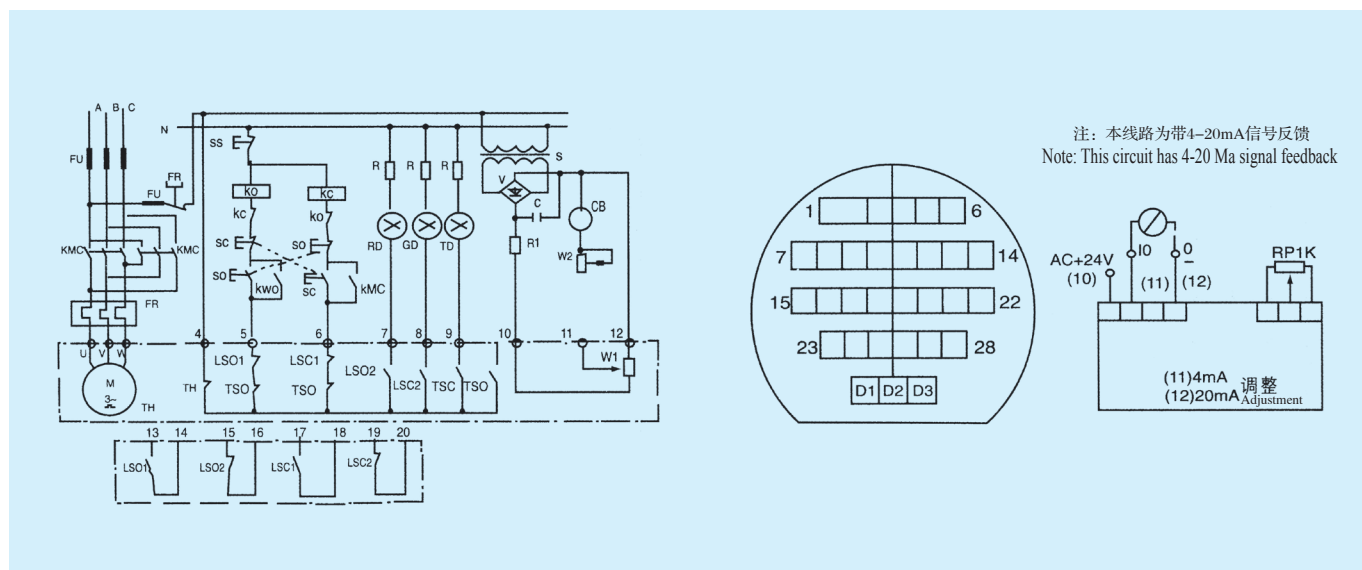

图4,QW电气原理和接线图、QW接线端子
6.1.1、QW的电控原理和接线见图4,电气元件见表6。
6.1.2、QB的电控原理和接线QB的电控原理与QW的相同，见图4。但QB的接线端子不一样，见图5。
1.端子号即图 4 原理图中的序号；